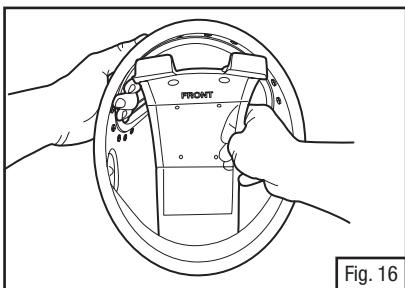

Fig. 16
2. Placer l'extrémité inférieure (dotée du tampon en mousse) à l'arrière du casque contre l'orifice d'admission d'air. Centrer la marque centrale du déflecteur avec la marque du casque (Fig. 16).